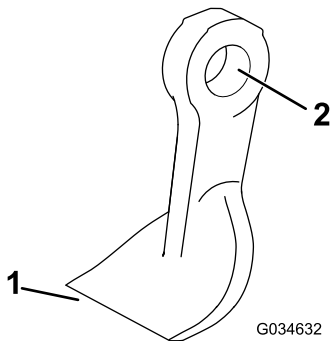

Figura 75
4. Inspeção cada lâmina para detetar danos, dando particular atenção aos fixadores, à extremidade de corte e ao orifício de instalação (Figura 75). Substitua todas as lâminas e fixadores danificados.